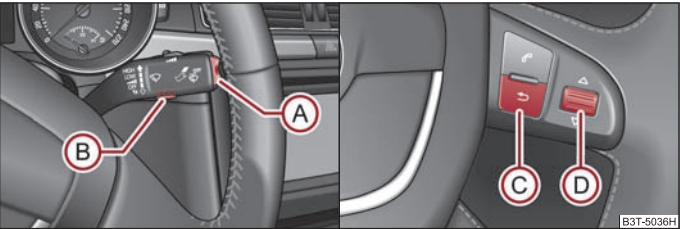

Fig. 20 Indicador multifunción: Elementos de mando en la palanca del limpiaparabrisas / elementos de mando en el volante multifunción
- El **MAIN MENU (MENÚ PRINCIPAL)** se activa pulsando la tecla basculante **(A)** $\Rightarrow$ fig. 20 durante más de 1 segundo.
- El **MAIN MENU (MENÚ PRINCIPAL)** se activa pulsando la tecla basculante  ⇒ página 23, fig. 20 durante más de 1 segundo.
fig. 20 en la palanca de limpiacristales o la tecla  ⇒ página 23, fig. 20 en el volante multifunción a fin de acceder al menú principal.